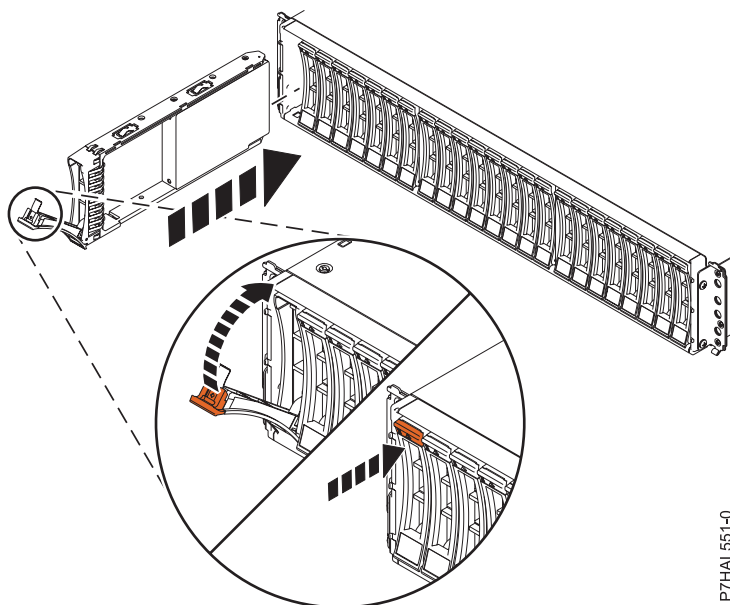

Figura 6. Instalación de la unidad de disco en Alojamiento de unidad de disco 5887
1. Con el asa en la posición de desbloqueo, consulte Figura 6 en la página 16, sostenga la unidad por la parte inferior mientras la alinea con los rieles de guía de la unidad de expansión.